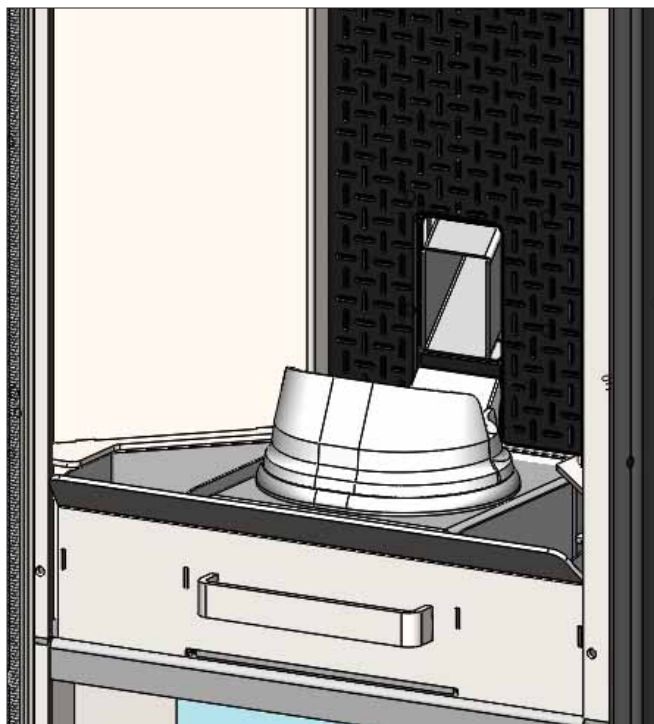

fig. 2
**Quindi prima dell'accensione della stufa, assicurarsi che i crogioli siano accoppiati correttamente come indicato in (fig. 2) senza presenza di cenere o incombusti sul perimetro di contatto.**